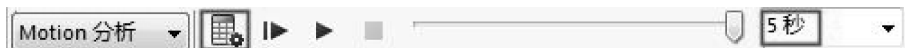

图 8-95 重新计算动画时间
- 12 修改播放时间为 5 秒，重新单击【计算】按钮，生成新的动画，如图 8-95 所示。